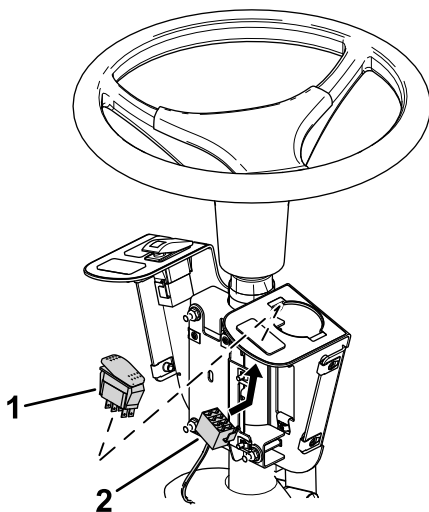

**Figura 7**
9. Rimuovete le 4 viti a esagono incassato che fissano la copertura del quadro di comando e rimuovetela (Figura 7).
12. Montate la copertura del quadro di comando come illustrato nella Figura 7.